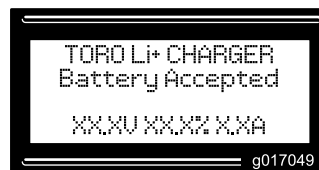

Bild 8
9. Auf dem LCD-Meldungsdisplay sollte eine Meldung „Battery Accepted“ angezeigt werden (Bild 8).